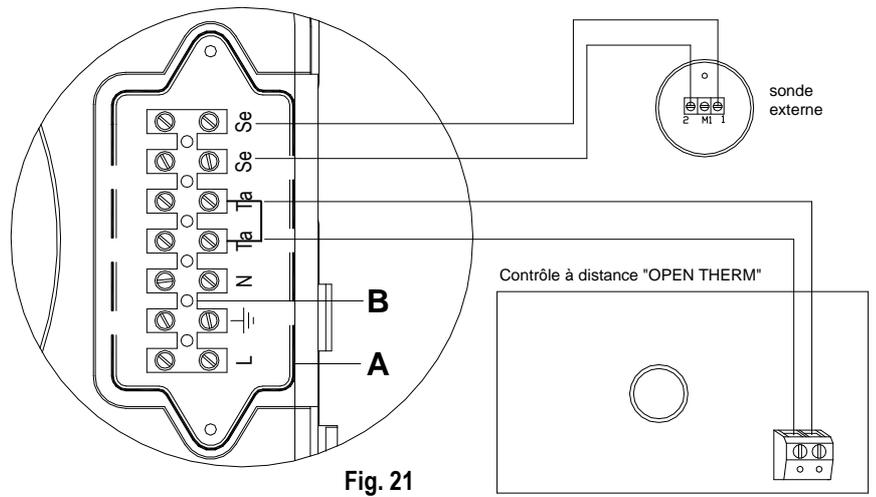

Fig. 21
- dévisser les vis et retirer la plaquette A (voir fig.21).